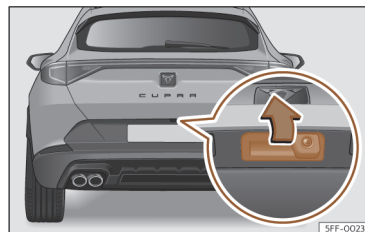

Fig. 79 Porta da bagageira: abertura a partir do exterior.
- **Abrir:** faça uma ligeira pressão na pega. Abre-se automaticamente >>> **Fig. 79.**